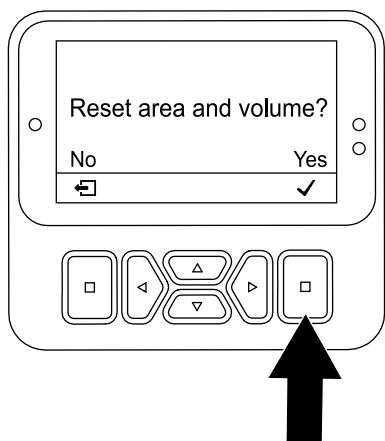

図 101
5. 領域と体積のリセット画面で、選択ボタンを押す (図 101)。